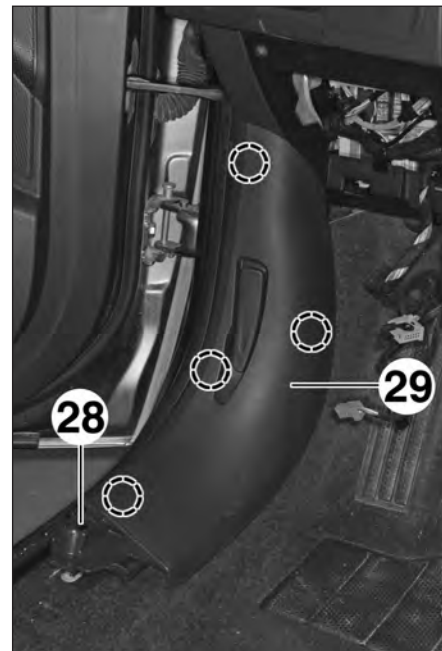

FIG.36
- Déposer la vis (28) de la garniture inférieure de pied avant (29) (Fig.36).
- la garniture (29),